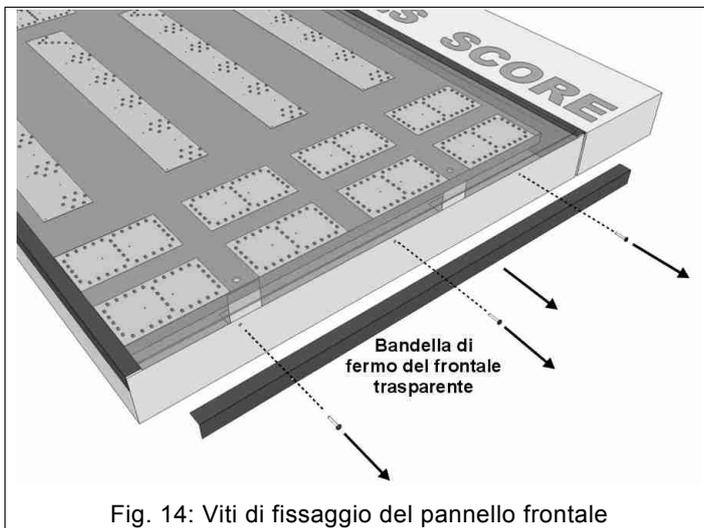

Fig. 14: Viti di fissaggio del pannello frontale
2. Con un cacciavite a croce, dal modulo dove è presente la scheda da sostituire, togliere una bandella laterale svitandone le tre viti di fissaggio (Fig. 14).